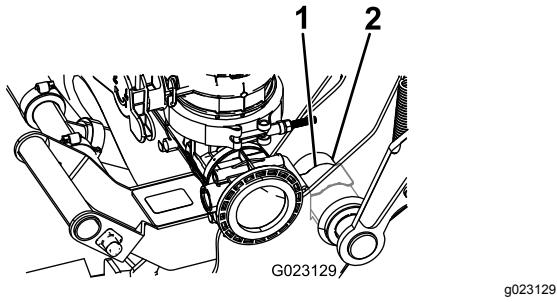

Figura 23
- D. Empurre até que o clipe com mola encaixe sobre o tubo articulado como se mostra na Figura 23.